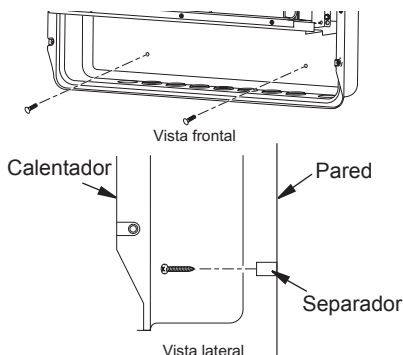

Figura 12 - Instalación de los tornillos de montaje inferiores
1. Localice los dos orificios de montaje inferiores. Estos orificios se encuentran cerca de la parte inferior del panel posterior del calentador (consulte la figura 12).